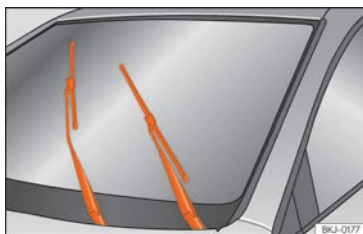

Fig. 80 Limpiaparabrisas en posición de servicio.
- Conecte y desconecte el encendido y a continuación (antes de aproximadamente 9 segundos) desplace la palanca del limpiaparabrisas hacia abajo (barrido breve). Las escobillas se desplazan hasta la posición de servicio » **fig. 80**.